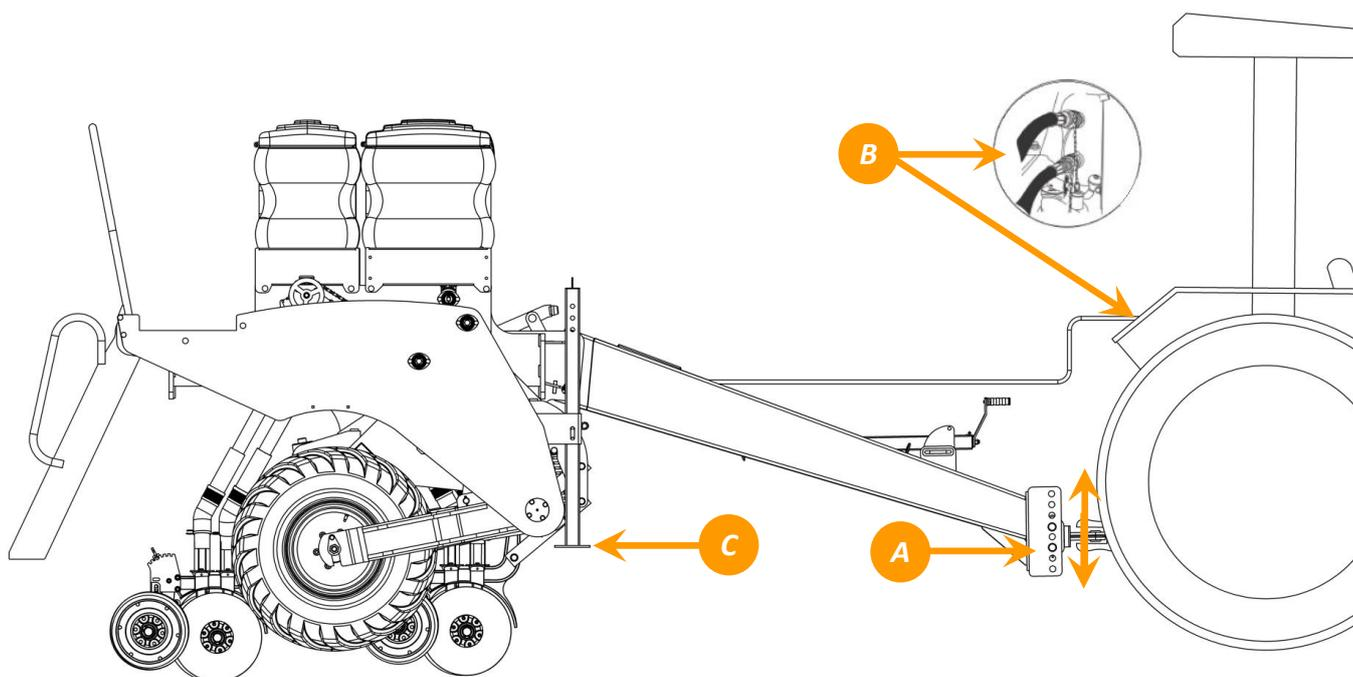

Figura 4 - Posição do engate do cabeçalho
Para nivelar utilize a regulagem da ponteira do cabeçalho (A) representado na (figura 4) que apresenta diferentes níveis de altura, ajuste a furação conforme a altura da barra de tração do trator, de forma que a semeadora trabalhe no nível e assim garantir um bom desempenho no plantio.